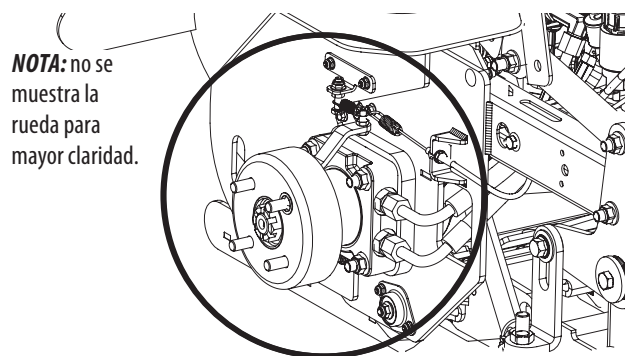

Fig. 20
- Limpie alrededor y cerca de la transmisión, eje y área de ventiladores (Fig. 20).